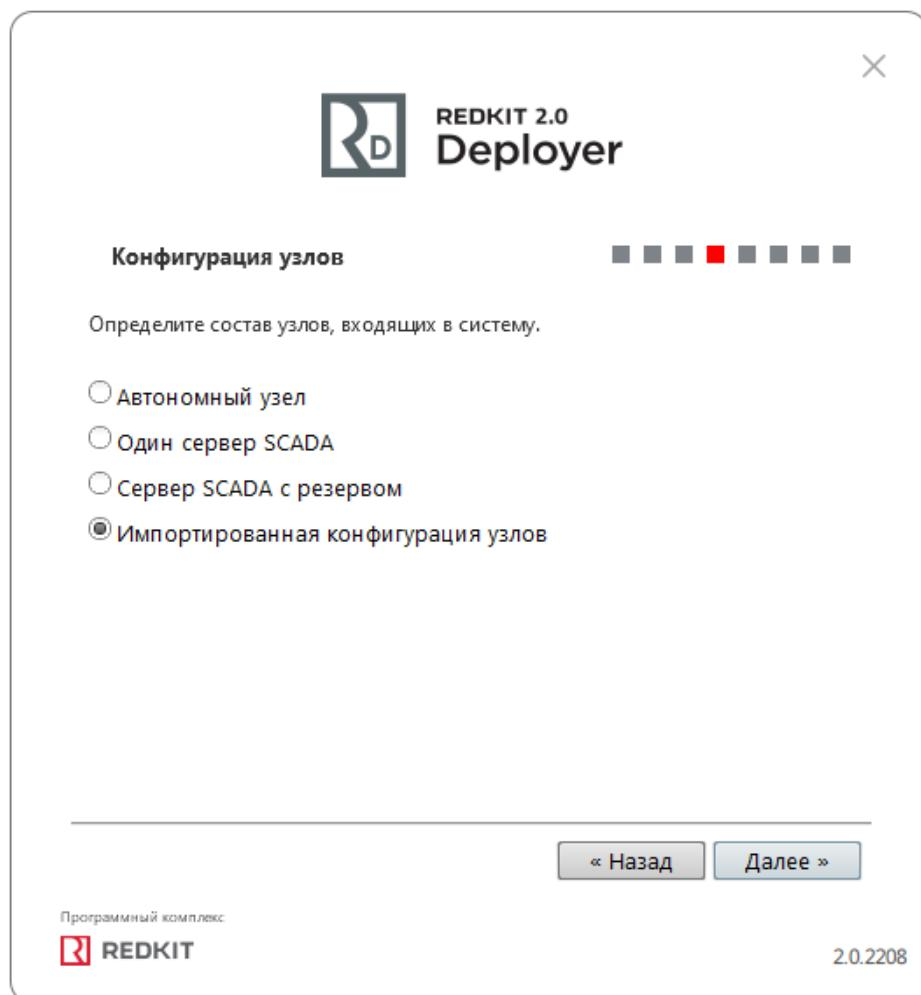

Рисунок 195 - Импортированная конфигурация
3. Выберите конфигурацию узлов **Импортированная конфигурация узлов** (Рисунок 195).